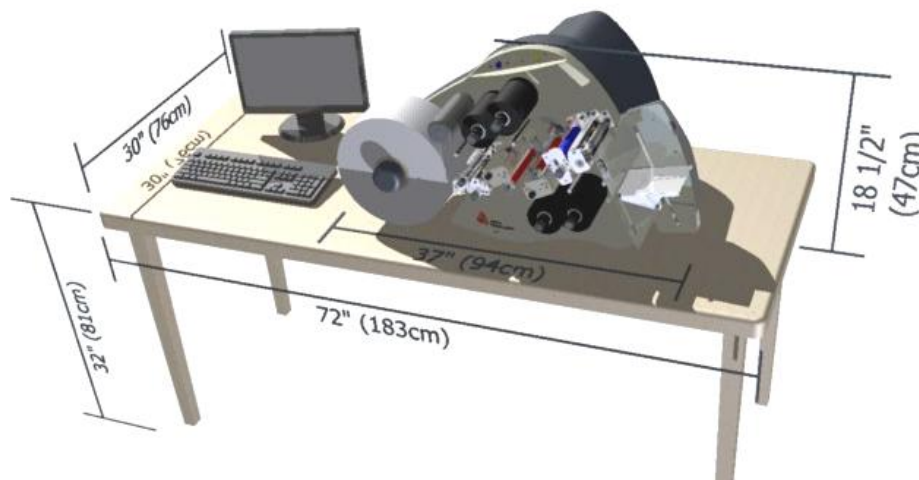

Figura 1. Área de Trabajo Recomendado
La impresora pesa aproximadamente 60 libras (27.2 Kg.) y requiere de una mesa de suficiente calidad y dureza para sostener este peso cuando la impresora este operando. La SNAP 700 RFID necesita una mesa de trabajo industrial con medidas de aproximadamente 72 pulgadas de largo por 30 pulgadas de ancho y 32 pulgadas de alto (1.8 m x 76 cm. x 81 cm.). El computador (si usado) y cualquier opción adicional de la impresora aumentarán el espacio requerido. AVERY DENNISON recomienda que use una mesa industrial. Véase Figura 1 abajo.
1. Escoge área que asegure un flujo óptimo de su producto y la comodidad del operario. Toma en cuenta las demandas físicas del operador, incluyendo la altura de la impresora, el espacio alrededor de ella, y la accesibilidad a ella. Véase Figura 1 abajo.
1. Vea el nivel de voltaje que se muestra en una ventana en la parte trasera de la impresora (ver figura 1). Si el número mostrado ahí coincide con el voltaje de su ubicación, usted puede proceder con la configuración de su impresora.
- En los Estados Unidos marque (570) 888-6641.